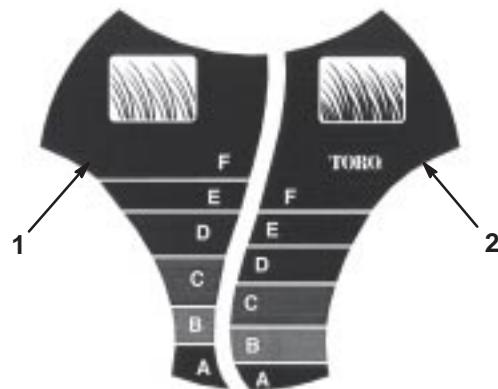

Bild 12
Das *SmartWheel™* weist zwei Schnitthöhenkalen auf: Dünn/Normal und Satt—damit Sie bei jedem Rasenzustand immer das beste Ergebnis erzielen (Bild 12). Benutzen Sie die Dünn/Normal-Skala während der warmen Sommersaison für den Großteil Ihres Mähbedarfs. Die Satt-Skala dient ausschließlich starkem, nassem und sattem Graswuchs, den Sie am häufigsten im Frühjahr antreffen.
2. Bewegen Sie den Rasenmäher aufs Gras; Schieben Sie den Rasenmäher nicht mehr weiter, wenn das *SmartWheel*-Motiv an einem der Hinterräder aufrecht steht (Bild 12).